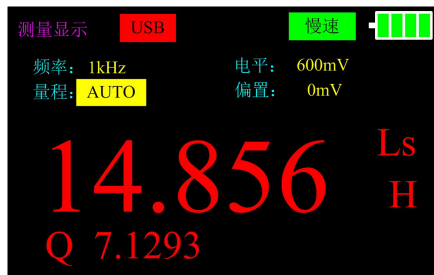

图 20
2. 按 **AUTO/R/C/L/Z** 键, 直到界面上显示 Ls 以选择电感测量, 如图 20 所示;